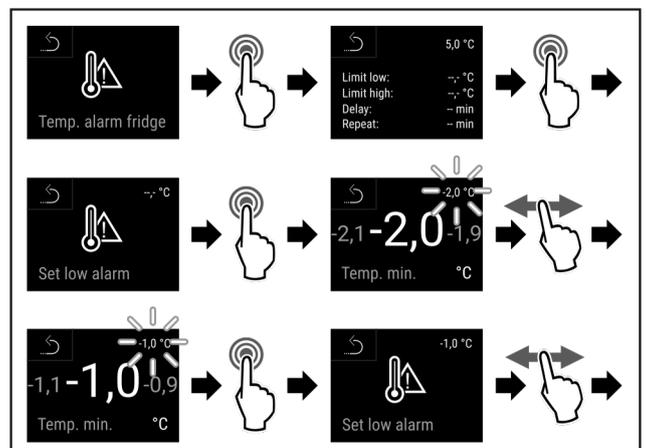

Fig. 140
- u Handlungsschritte (siehe Fig. 140) durchführen.